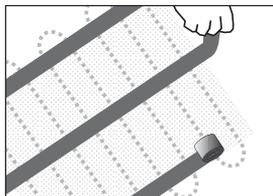

Рис. 25
- После высыхания прогрунтованной поверхности нанесите двустороннюю клеящую ленту в планируемых местах укладки нагревательного мата (рис. 25).